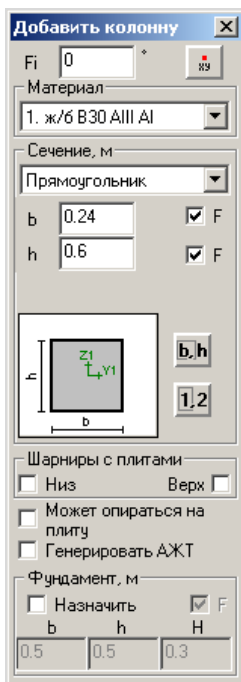

Рис.1.4.1. Окно диалога
- В открывшемся окне диалога **Добавить колонну** (рис.1.4.1) задайте следующие параметры: